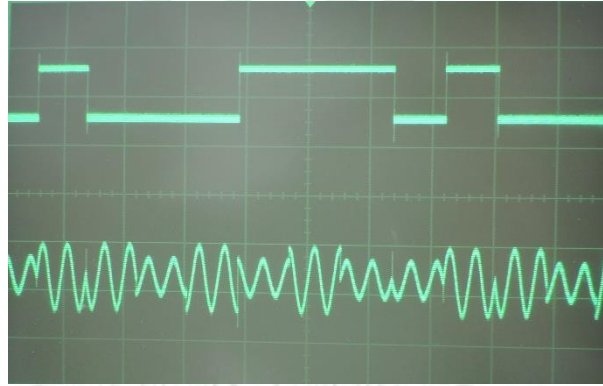

Figura 11.7 Comparación entre TP6 y TP16.
5. Conectar el canal 1 del osciloscopio a TP6 y el canal 2 a TP16, a continuación analizar la señal de datos y la señal 8-QAM. Regular la fase (PHASE) para obtenerlos saltos de fase de la portadora en correspondencia con 0/90/180/270° (Figura 11.7).